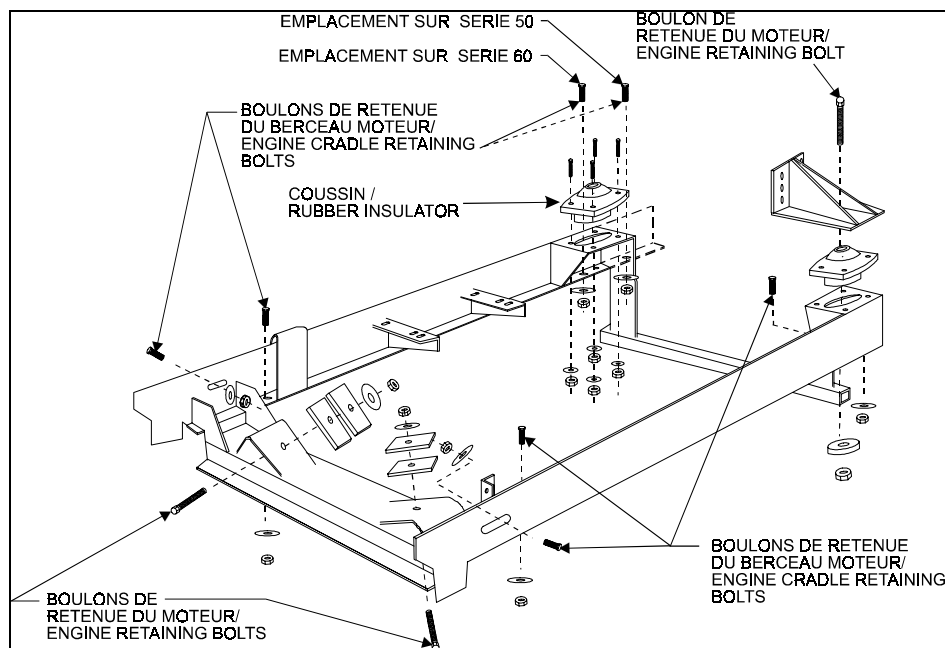

FIGURE 1 : BERCEAU MOTEUR
6. Retirer les six boulons de retenue du berceau moteur (figure 1).
7. Retirer les 4 boulons de retenue du moteur (figure 1). Si applicable, noter l'emplacement de cales entre le berceau moteur et les longerons arrière pour le réassemblage.
10. Retirer les 8 boulons des coussins supportant le moteur (figure 1).